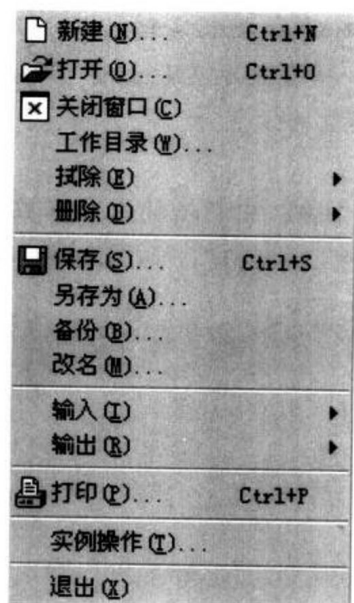

图 1.3
- **文件** 包含对各种文件进行管理的命令，如图 1.3 所示。其中包括：新建 (New)、打开 (Open)、关闭窗口 (Close Window)、工作目录 (Working directory)、保存 (Save)、另存为 (Save as)、拭除 (Erase)、删除 (Delete)、输入 (Import)、输出 (Export) 等。